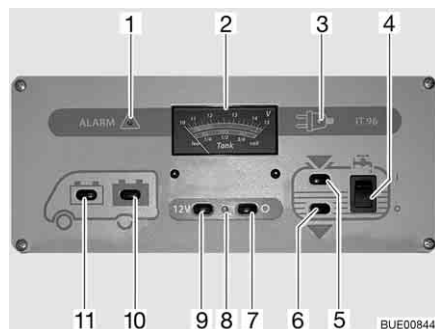

Fig. 156 Panel IT 96-2
El interruptor principal de 12 V (Fig. 156,7 y 9) conecta y desconecta el panel y la alimentación de 12 V del habitáculo.
- Pulsar el interruptor (Fig. 156,9) "12 V": La alimentación de 12 V del habitáculo está conectada. La luz de control (Fig. 156,8) se enciende de color verde.
- Pulsar el interruptor (Fig. 156,7) "O": La alimentación de 12 V del habitáculo está desconectada. La luz de control (Fig. 156,8) se apaga.
Observar la escala superior del instrumento indicador V/depósito (Fig. 156,2). El instrumento indicador se ilumina automáticamente al accionar el interruptor.
- Pulsar el interruptor (Fig. 156,11) "موتور": Indica la tensión de la batería del motor de arranque.
- Pulsar el interruptor (Fig. 156,10) "مركبة": Indica la tensión de la batería del habitáculo.
Observar la escala inferior del instrumento indicador V/depósito (Fig. 156,2). El instrumento indicador se ilumina automáticamente al accionar el interruptor.
- Pulsar el interruptor (Fig. 156,5) : Indica la cantidad de agua.
- Pulsar el interruptor (Fig. 156,6) : Indica la cantidad de aguas residuales.
Conectar: ■ Pulsar el interruptor basculante (Fig. 156,4) por arriba "I": El suministro de agua está conectado.
Desconectar: ■ Pulsar el interruptor basculante (Fig. 156,4) por abajo "O": El suministro de agua está desconectado.
La luz roja de "ALARMA" (Fig. 156,1) parpadea en cuanto la tensión de la batería del habitáculo baja de 11 V (medición durante el servicio) y hay peligro de descarga completa.
Se enciende la luz de control de 12 V (Fig. 156,8) cuando se conecta el interruptor principal de 12 V (Fig. 156,9).
Se enciende la luz de control de 230 V (Fig. 156,3) amarilla cuando hay tensión de red en la entrada del bloque eléctrico.